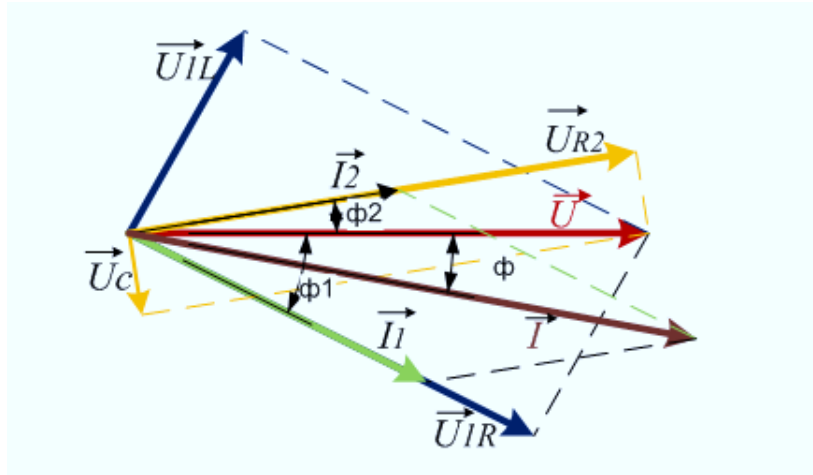

Рисунок 8.24 - Векторная диаграмма цепи параллельным соединением
1. Построение векторной диаграммы (рисунок 8.24) начинается с вектора напряжения \vec{U} , так как оно является общим для двух параллельных ветвей.